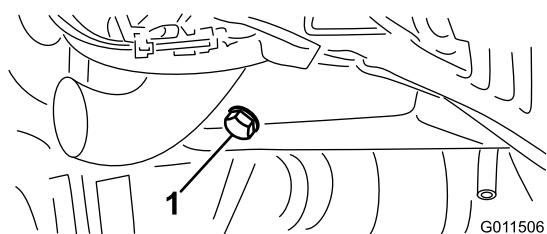

Bild 52
1. Entfernen Sie eine der Ablassschrauben (Bild 52) und lassen Sie das Öl in die Auffangwanne ab. Schrauben Sie die Ablassschraube wieder ein, nachdem das Öl abgelassen ist.